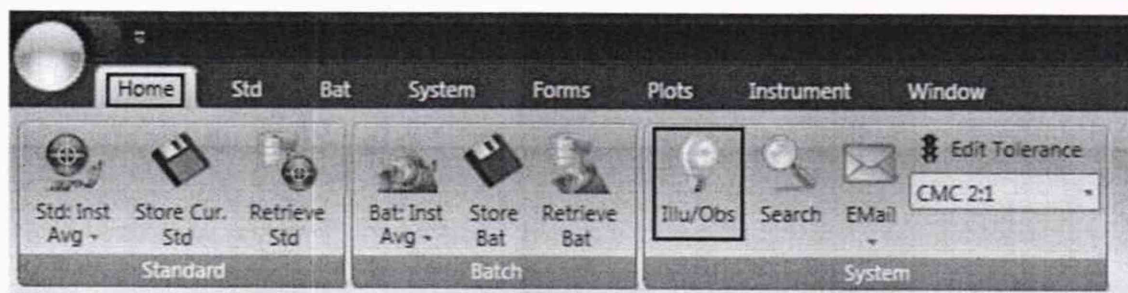

Рисунок 7
8.4.1.2 Для измерения мер устанавливаем необходимые характеристики. Для этого выбрать вкладку «Главная страница», зайти во вкладку «System» и нажать на кнопку «Illu/Obs/Осветительные средства/наблюдатели» (см. рисунок 7).